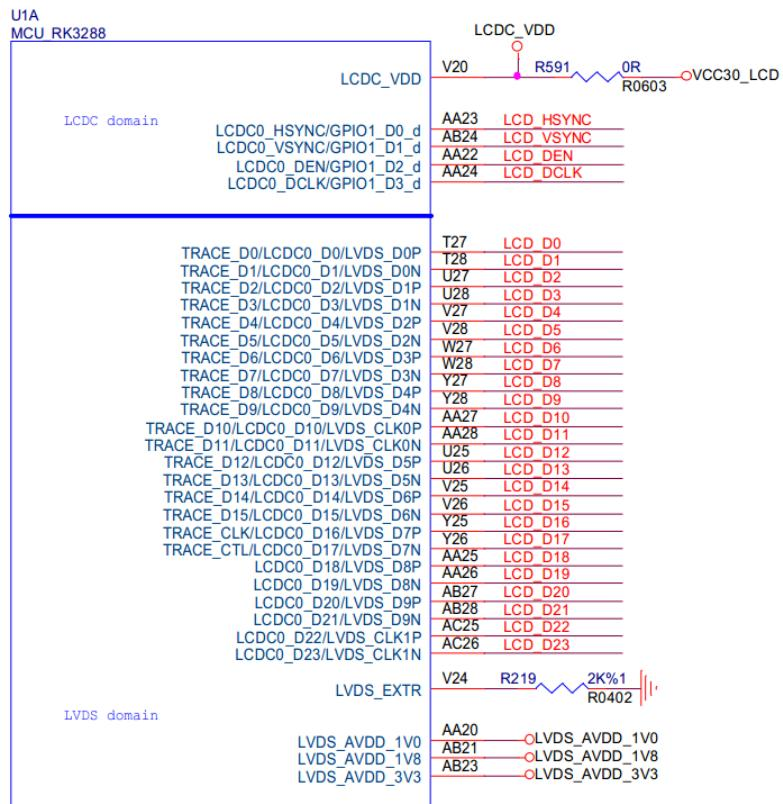

图 14-1
- RK3288 支持 Parallel RGB、LVDS、MIPI、eDP、HDMI 等多种视频输出模式，MIPI、LVDS、HDMI PHY 的参考电阻，请选择 1% 精度电阻，eDP 无需外接参考电阻，如图 14-1~图 14-5；